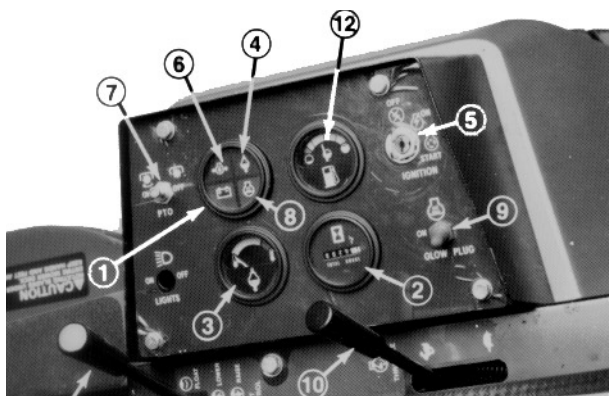

Fig. 10
Spia delle ampere (Fig. 10)—La spia delle ampere deve essere spenta quando il motore è in moto. Se è accesa, controllare il sistema di ricarica ed all'occorrenza riattare.
Contaore (Fig. 10)—Indica il totale delle ore di funzionamento del motore.
temperatura (Fig. 10)—Questo indicatore indica la temperatura del refrigerante nell'impianto di raffreddamento. Se la temperatura è troppo elevata il motore si spegne automaticamente e si accende la spia di arresto per alta temperatura. Quando ciò accade, chiudere la chiave di accensione, controllare che non vi siano detriti nel radiatore, verificare la cinghia del ventilatore ed il serbatoio di espansione accertando che il livello del liquido refrigerante sia giusto. L'arresto per alta temperatura si risetta automaticamente quando la temperatura del refrigerante raggiunge il livello di sicurezza.
Spia di bassa pressione dell'olio (Fig. 10)—Si accende se la pressione dell'olio motore scende sotto il livello di sicurezza. Arrestare il motore e riattare prima di riprendere il lavoro.
Interruttore della presa di forza (Fig. 10)—Alzare il manicotto dell'interruttore a ginocchiera e spostare l'interruttore in posizione ON per INNESTARE la frizione elettrica della presa di forza; alzare il manicotto e spostare l'interruttore in posizione OFF per DISINNESTARE. L'unica volta che l'interruttore della presa di forza deve trovarsi in posizione di INNESTO (ENGAGE) è quando l'attrezzo è abbassato, pronto per il lavoro.
Interruttore di accensione (Fig. 10)—L'interruttore di accensione viene utilizzato per avviare ed arrestare il motore e dispone di tre posizioni: OFF (spento), RUN (marcia) e START (avviamento). Girare la chiave in senso orario in posizione START per mettere in moto il motorino di avviamento. Rilasciare la chiave quando il motore si avvia; la chiave si sposta automaticamente in posizione ON. Per spegnere il motore girare la chiave in senso antiorario in posizione OFF.
(Fig. 10)—Servono per preriscaldare i cilindri del motore prima di avviare a freddo; i cilindri si preriscaldano automaticamente durante l'avviamento del motore a caldo. Per l'avviamento a freddo alzare la leva e tenerla in tale posizione mentre si osserva la spia. La spia è arancione quando le candele ad incandescenza sono attive. Il tempo necessario per preriscaldare i cilindri viene stabilito in base alla temperatura atmosferica.
Leva del gas (Fig. 10)—La leva del gas serve ad azionare il motore a varie velocità. Spostarla in avanti per aumentare il regime del motore: FAST; spostarla indietro per ridurre il regime: SLOW. La leva del gas controlla la velocità delle lame falcianti e, insieme al pedale della trazione, controlla la velocità del trattorino.
Leva di sollevamento idraulico (Fig. 10)—La leva di sollevamento idraulico ha tre posizioni: FLOTTANTE, TRASPORTO e SOLLEVAMENTO (Float, Transport e Raise). Per abbassare a terra l'apparato di taglio spostare la leva in avanti nella tacca FLOTTANTE; questa posizione serve per tosare e durante le pause di utilizzo della macchina. Per alzare l'apparato di taglio tirare indietro la leva di sollevamento in posizione di SOLLEVAMENTO. Dopo avere alzato l'apparato di taglio lasciare che la leva si sposti in posizione di TRASPORTO. Sollevare l'apparato di taglio durante lo spostamento da un'area di lavoro all'altra.
4. Girare la chiave di accensione in posizione di avviamento START (Fig. 10) e rilasciarla immediatamente quando il motore si avvia, lasciando che ritorni in posizione RUN. Spostare la leva del gas in posizione SLOW.